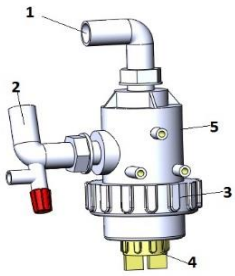

Рис.9 Всасывающий фильтр.
4.4. Всасывающий фильтр (рис.9) монтируется между главным резервуаром и насосом. Его задачей является очистка рабочей жидкости от механических загрязнений перед их попаданием в клапан управления. Он состоит из полиэтиленового корпуса с выходным и входным патрубками, фильтрующего элемента, крышки с всасывающим отверстием, которое во время работы закрыто фиксатором. Фиксатор, оснащенный уплотнительным кольцом, вводится в фиксационные пазы крышки фильтра и поворачивается против часовой стрелки до упора о выступы в крышке, где за счет необходимых впадин происходит его запирание. При этом упор фиксатора толкает шток клапана и открывает рабочее входное отверстие, через которое из бака поступает рабочий раствор.